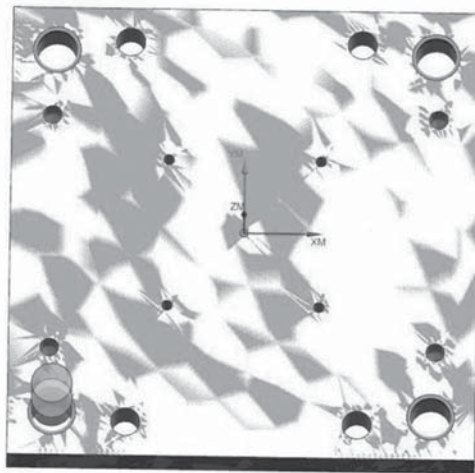

图 4-1-29 仿真效果
(4) 单击“操作”区域中的图标进行计算，再单击图标，进入“刀轨可视化”对话框。单击“3D 动态”图标进行 3D 仿真操作，把“动画速度”调整到 2，便于观察。单击图标进行仿真，如图 4-1-29 所示。确认无误后，单击两次“确定”按钮后完成工序创建。